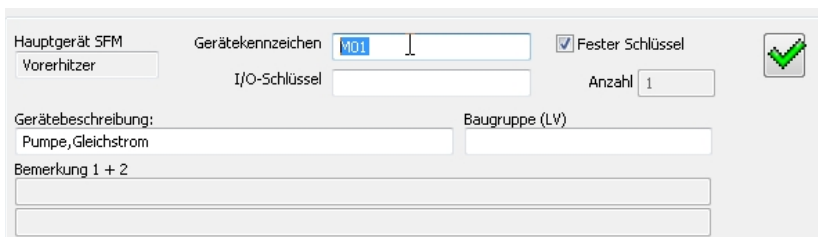

Bild 24.34 – Das Gerätekennzeichen, wie es im Benutzerschlüssel erscheint
- Führen Sie einen Doppelklick auf das betreffende Gerät im Automationsschema aus, hier die Pumpe *M01* des Vorerhitzers (vgl. Abb. 24.19, Pfeil). Das Dialogfeld *Bearbeiten* erscheint. Wechseln Sie zur Rubrik *Funktionsliste* (Abb. 24.34).